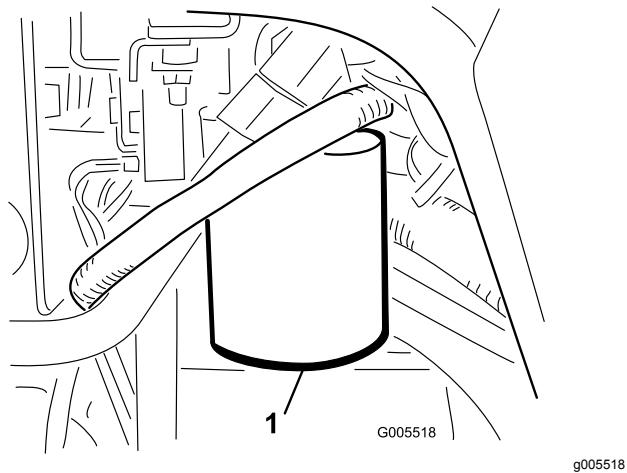

Figura 58
1. Limpe a zona em torno da montagem do filtro (Figura 58). Coloque um recipiente de escoamento debaixo do filtro e retire o filtro.